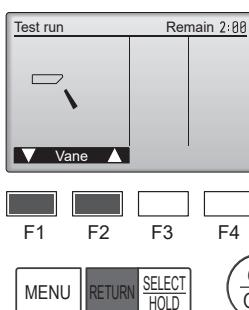

Fig. 6-6
- ① Compruebe la paleta automática con los botones [F1] [F2]. (Fig. 6-6)
- ② Pulse el botón [RETURN] para volver a "Test run" (Modo prueba).
- ③ Pulse el botón [ON/OFF].